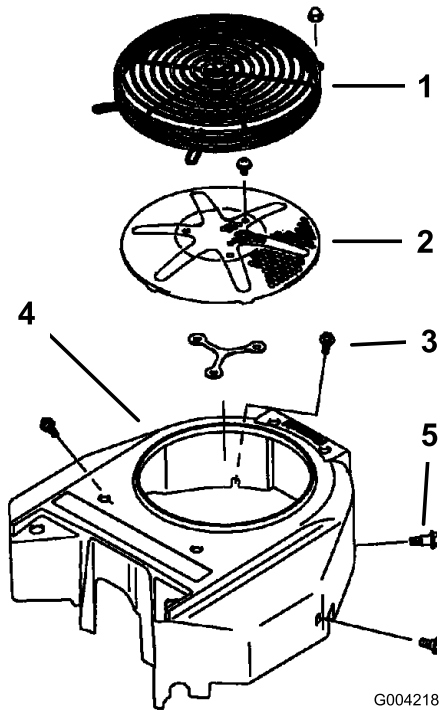

Figure 72
Avant chaque utilisation, enlevez l'herbe, les saletés et autres débris éventuellement accumulés sur la grille du moteur. Cela permet d'assurer un refroidissement et un régime moteur corrects, et réduit les risques de surchauffe et de dommages mécaniques du moteur (Figure 72).
3. Déposez la grille d'entrée d'air, le lanceur et le carter du ventilateur (Figure 72).
5. Remettez la grille d'entrée d'air, le lanceur et le carter du ventilateur (Figure 72).